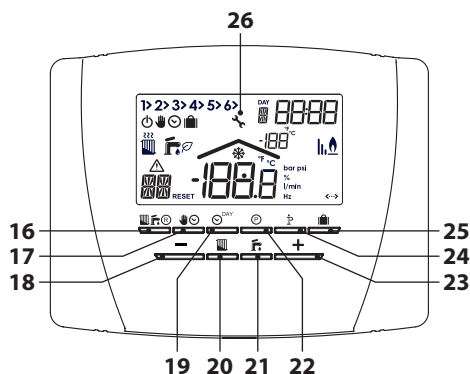
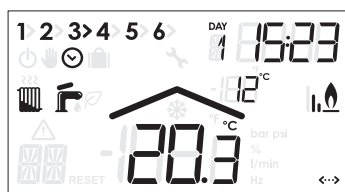
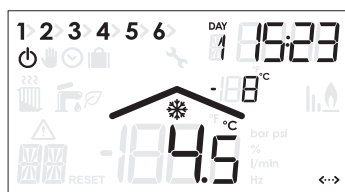

Figura 2.3
Figura 2.4
Figura 2.5
- Premere il tasto 16 (Figura 2.3) fino a visualizzare le icone  e  (Figura 2.4).
- Premere il tasto 17 (Figura 2.3) per selezionare il modo di funzionamento  (manuale) o  (automatico) (Figura 2.4).
- Premere il tasto 16 (Figura 2.3) fino a visualizzare solo l'icona  (Figura 2.4).
- Premere il tasto 16 (Figura 2.3) fino a visualizzare solo l'icona  (Figura 2.5).
- Premere il tasto 20 (Figura 2.3): il display mostrerà il set impostato per il circuito di riscaldamento.
- Premere il tasto 18 (diminuzione) o 23 (aumento) (Figura 2.3) per impostare il valore di temperatura desiderato.
- Premere il tasto 21 (Figura 2.3): il display mostrerà il set impostato per l'acqua calda sanitaria.